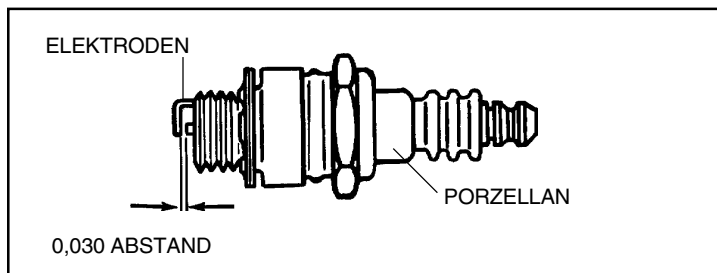

Abbildung 5
⑥ ZÜNDKERZE (siehe Abbildung 5):